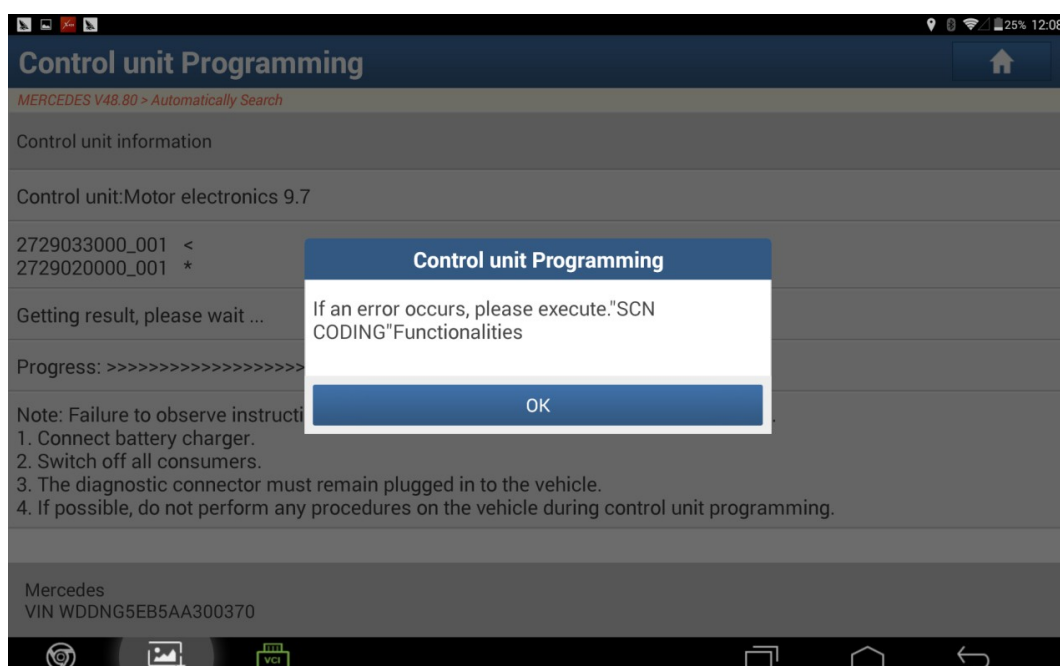

Fig. 17
17. Se il veicolo funziona normalmente, non è necessario eseguire la codifica SCN (codifica online) e si può terminare la programmazione, altrimenti eseguire la codifica SCN (codifica online) se non si avvia il motore. Vedere Fig. 17;